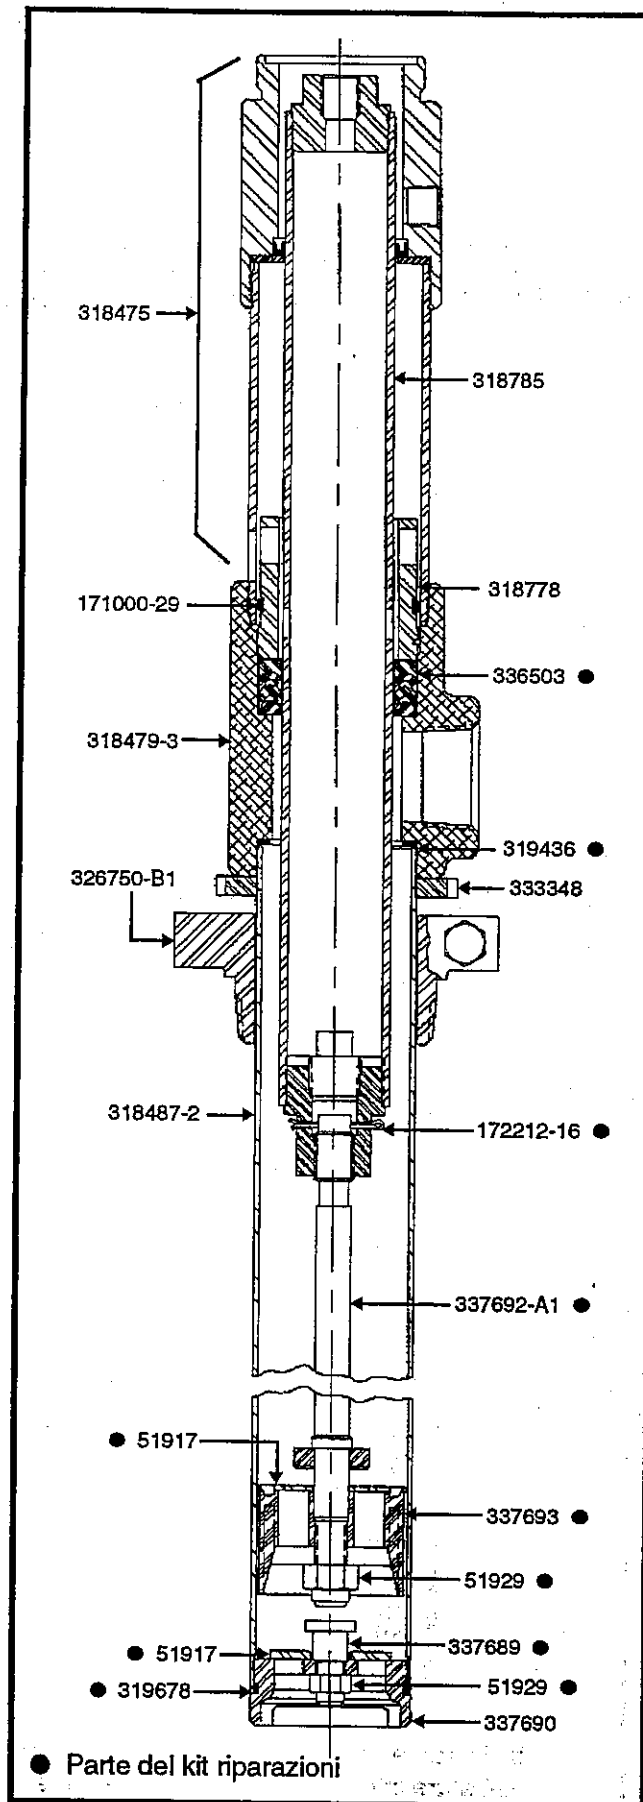

Figura 5: Modello 7216-4
3. Svitare il gruppo pompa/tubo dall'armatura della pompa (vedi figura 5 o 6).